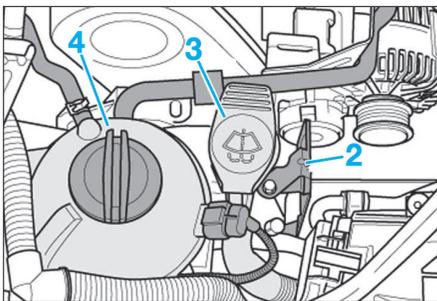

Fig. 11
- Déposer le support du canister (2) (Fig.11).
- Dévisser la vis de goulotte de remplissage (3) du liquide de lave-glace.